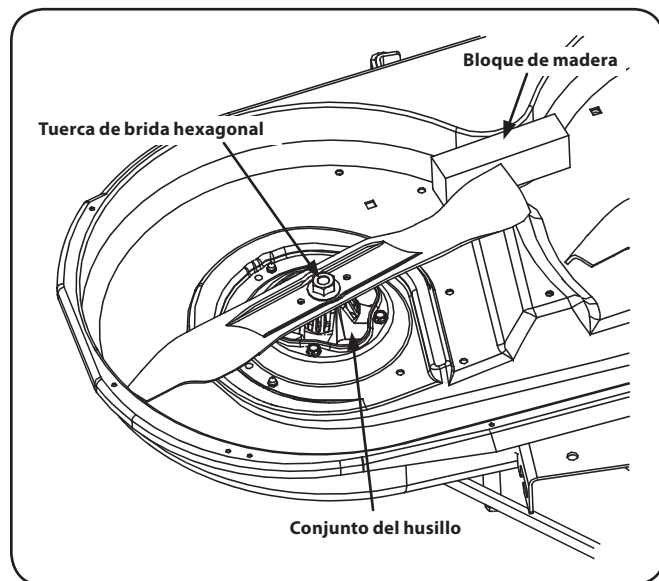

Figura 7-14
2. Use una llave de $\frac{15}{16}$ " para sostener la tuerca hexagonal en la parte superior del conjunto del husillo cuando afloje la tuerca hexagonal que fija la cuchilla. Se puede colocar un bloque de madera entre el alojamiento de la plataforma y el borde de corte de la cuchilla para ayudar a aflojar la tuerca hexagonal que fija la cuchilla. Vea la Figura 7-14.